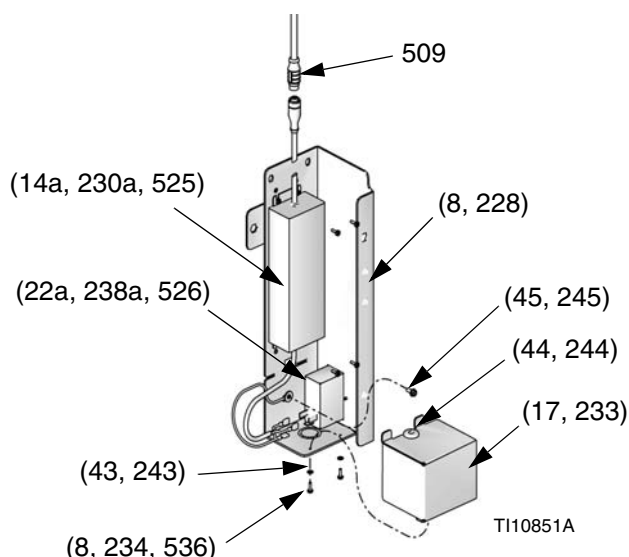

FIG. 42
3. Installez le câble de sortie de l'alimentation électrique sur le câble CAN (509). Consultez la FIG. 42.
- b. Raccordez le câble marron sur la ligne (L).
- c. Raccordez le câble bleu sur le neutre (N).
7. Installez les capots de protection avant et arrière (6, 7), les arrêtoirs (504) et les vis (503). Consultez l'éclaté des pièces du kit de DataTrak, page 51.